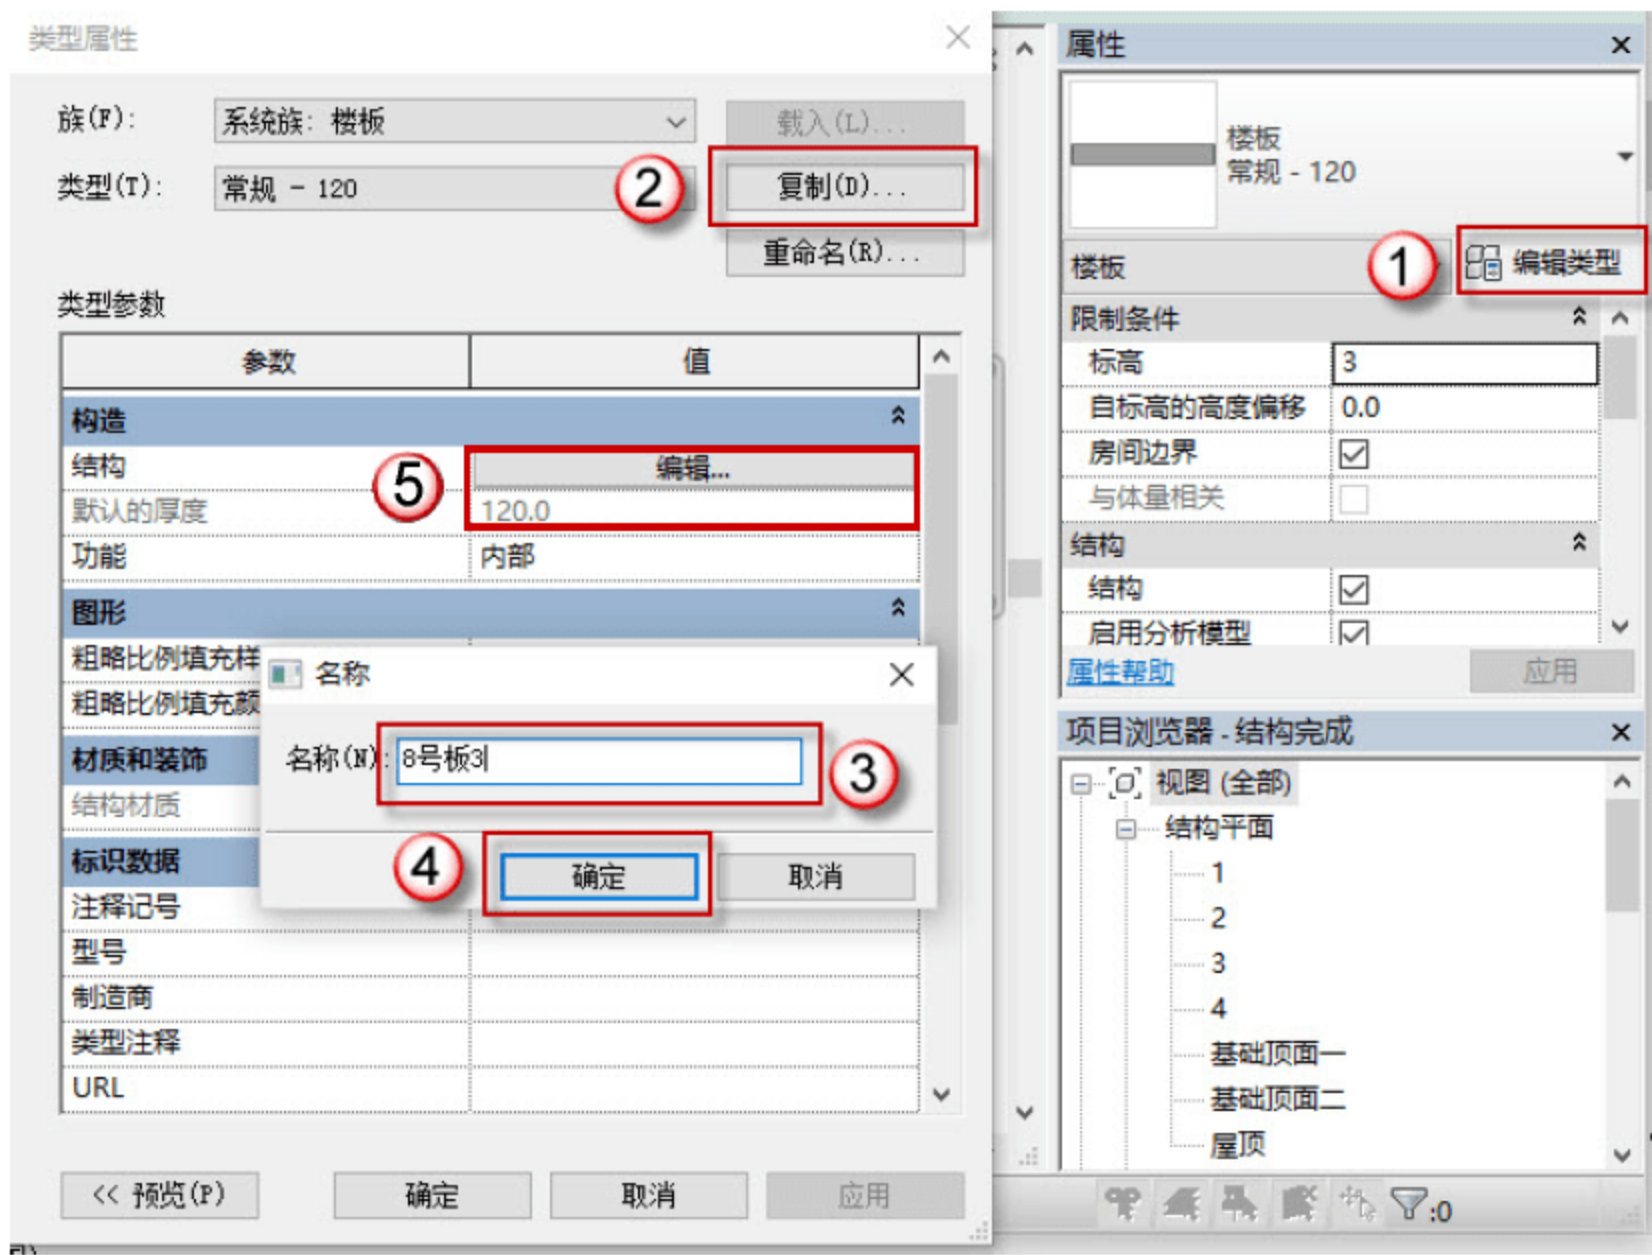

图 4.4.29 修改 8 号板
(9) 修改 8 号板, 选中 8 号板, 单击“编辑类型”按钮, 在弹出的对话框中, 单击“复制”按钮, 在弹出的对话框中命名为“8 号板 3”, 单击“确定”按钮。单击“编辑”按钮, 修改板厚为 120, 如图 4.4.29 所示。